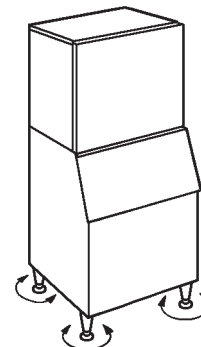

Abb. 5
- 7) Die vier Beine (einstellbar von 0 - 25,4 mm) so einstellen, dass der Eisbereiter völlig horizontal steht. Eine Wasserwaage benutzen. Siehe Abb. 5.